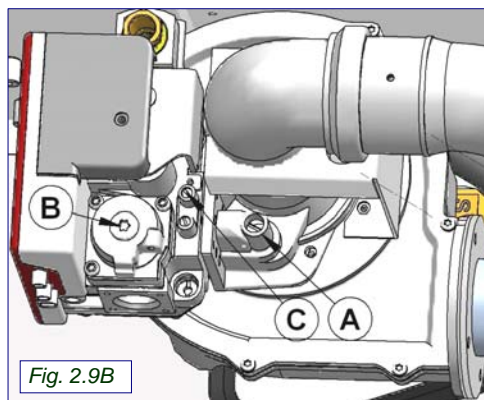

Fig. 2.9B
**N.B. La vis (B) (Fig.2.9B) de la valve du gaz ne nécessite aucun réglage, car elle a été calibrée lors du test en usine avec un rapport air/gaz 1/1**